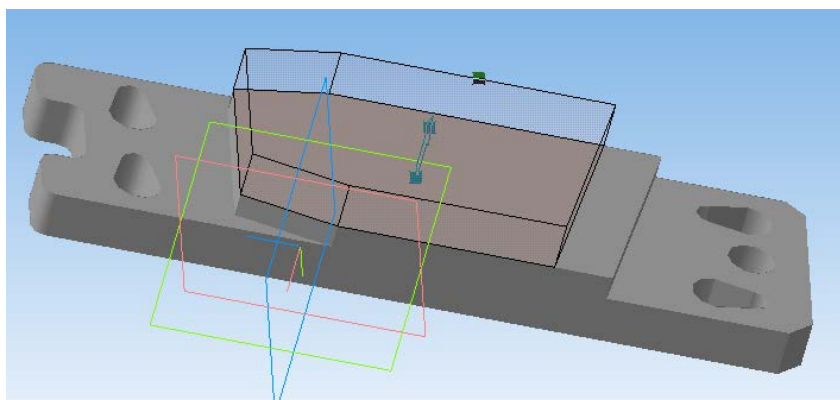

Рис. 4.20
57. Часть действий по созданию такого чертежа интуитивно понятна, часть описана в пунктах 19-21 и 27-28. Нажмите на панели инструментов слева «**Редактирование детали**», затем «**Операция выдавливания**». В поле «**Расстояние**» введите 10. Направление выбрать «**Прямое**». Получается такой объект как на рис. 4.20.